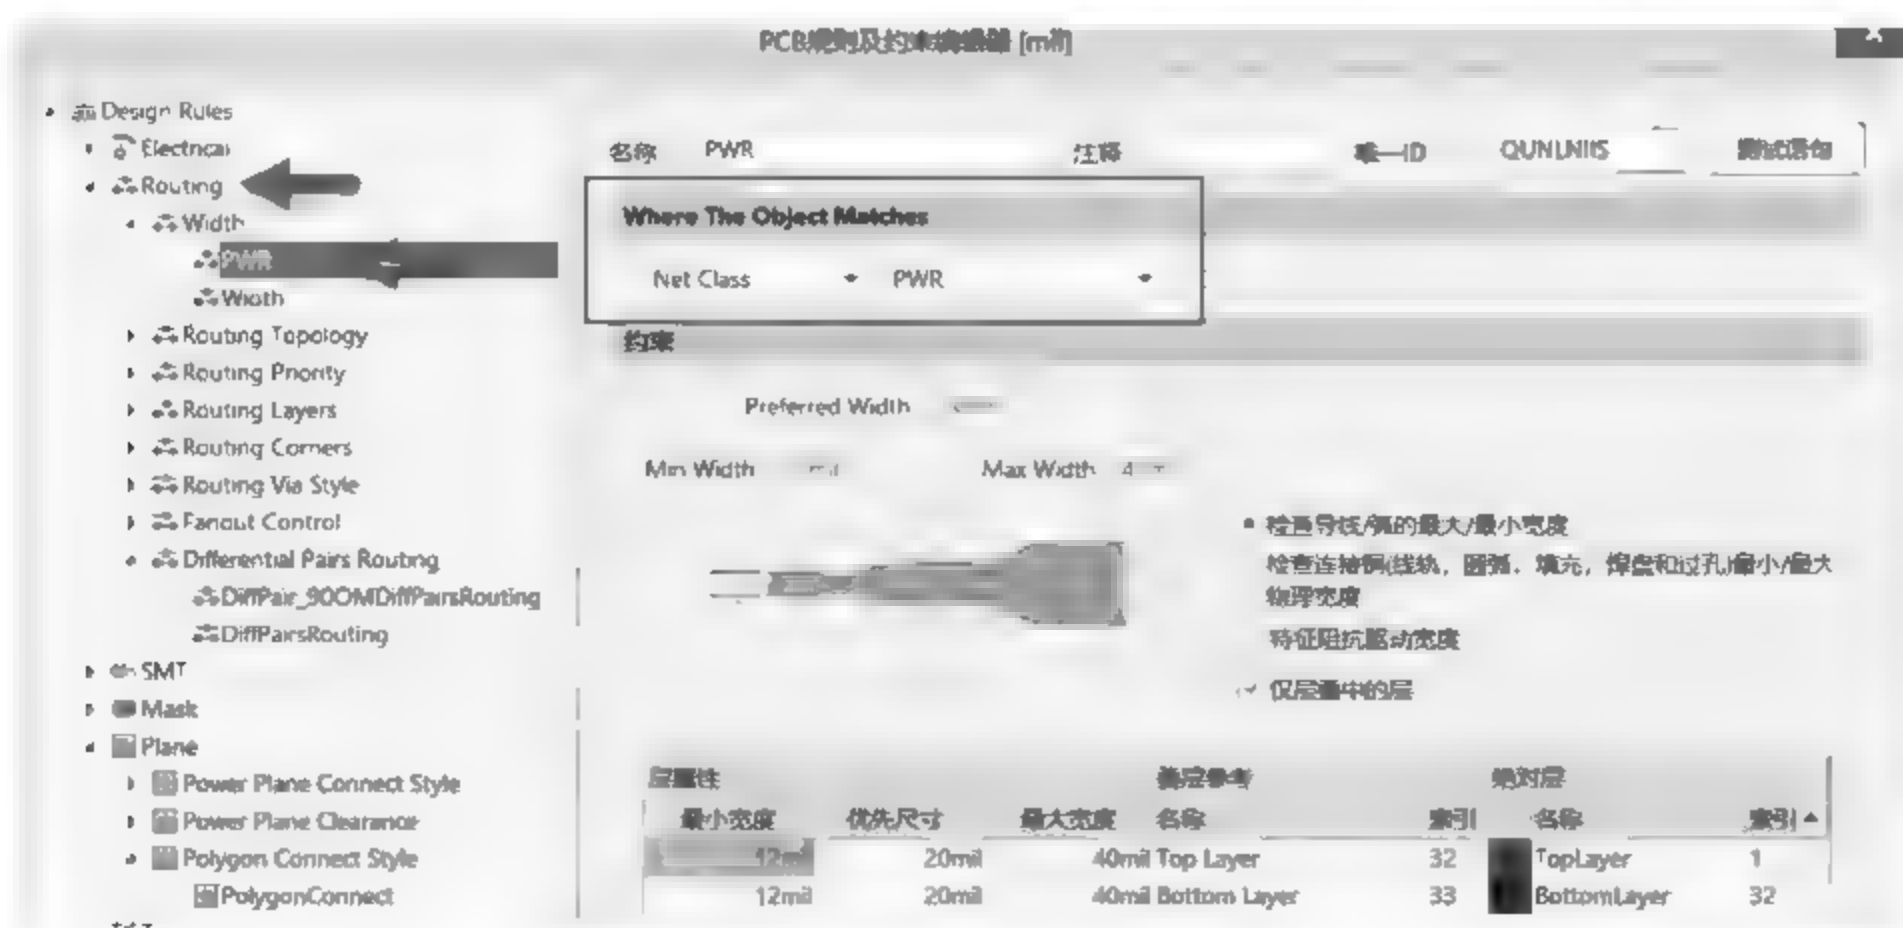

图 7-19 PWR 线宽规则设置
(2) 创建一个针对电源 PWR 类的线宽规则,因为需要对电源网络进行加粗设置,如图 7-19 所示。